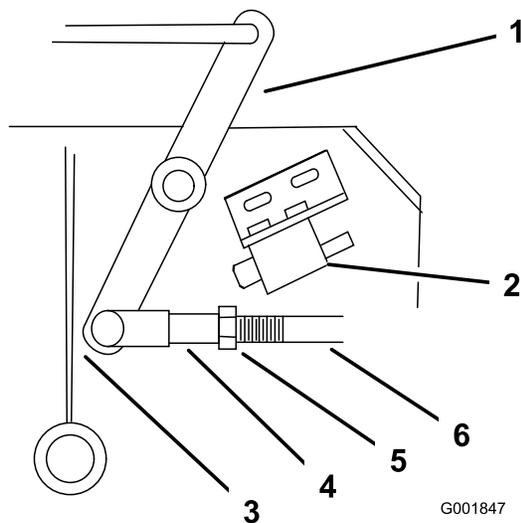

Bild 11
4. Stellen Sie die Länge des Gestänges so ein, dass das untere Ende des Umlenkhebels das Achslagerverstärkung gerade noch überragt (**Bild 11**).
9. Lockern Sie die Mutter, die das Joch sichert (**Bild 11**).